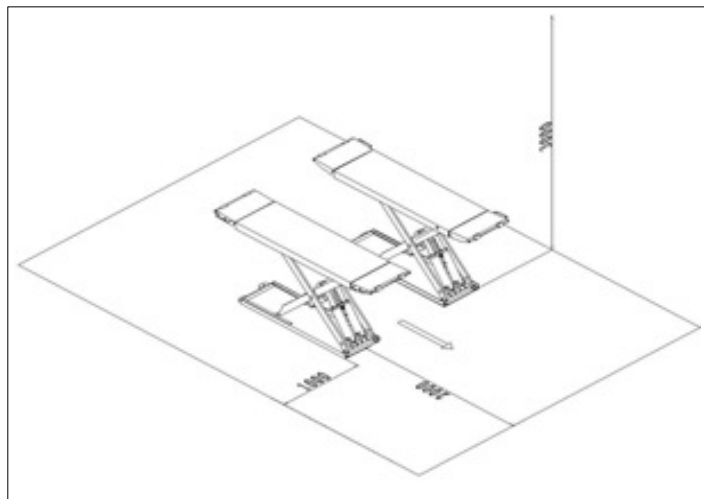

Figura 12
O elevador do carro deve ser instalado de acordo com as distâncias de segurança especificadas das paredes, colunas e do que outros equipamentos. (Figura 12)
- Use carro de forquilha ou outros equipamentos de elevação para levantar a plataforma (Figura 12) e verifique se o equipamento de segurança da máquina está ligado e travado.